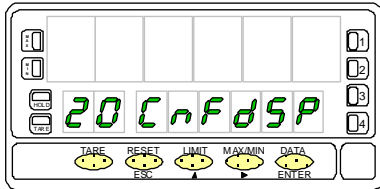

Fig. 37.1 : Menu de configuration de l'affichage
2. Par **▶** aller se placer au menu 20 "CnFdSP" (fig. 37.1).